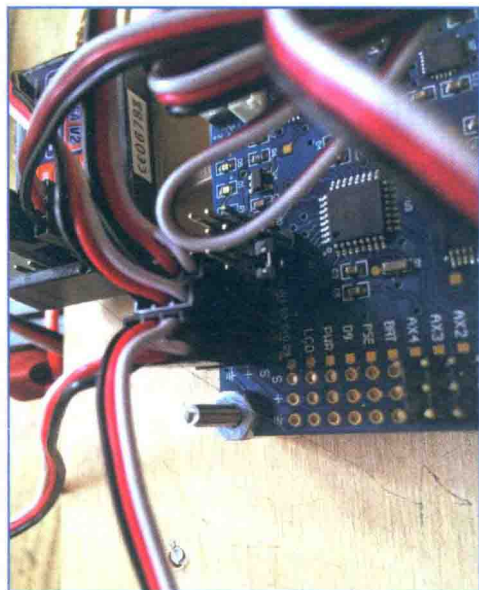

图 10.20 将 ESC 连接到飞行控制器
2. 将 ESC 的 3 根线连接到 FC。将电线插入 MultiWii 上标记为 D9、D10、D3 和 D11 的引脚，确保黑线向着飞行控制器印刷电路板的边缘，如图 10.20 所示。